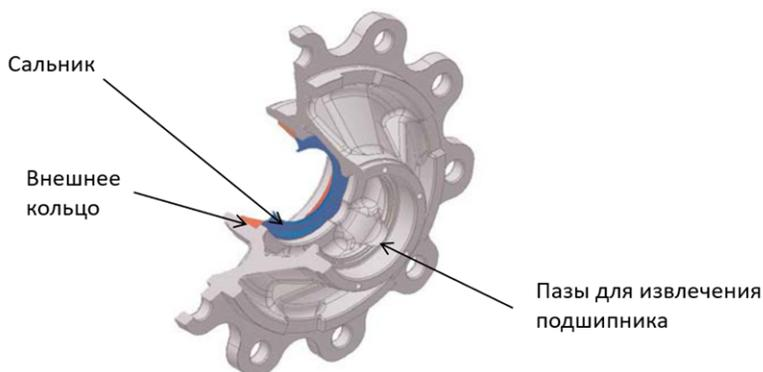

рисунок 49 — Внешнее кольцо
2. Извлеките внешние кольца подшипников из ступицы (рисунок 49).